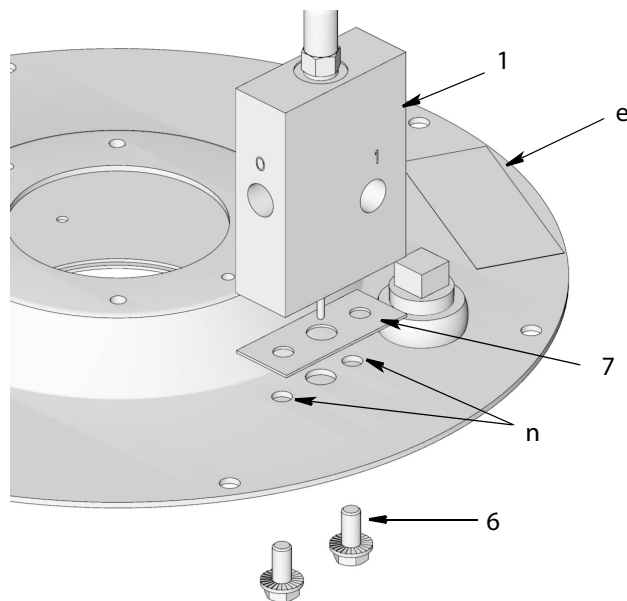

Рис. 8
4. Установите прокладку (7) так, чтобы ее отверстия совпали с отверстиями (n) в крышке (e) (Рис. 8).
5. Установите на прокладку (7) клапан автоматического запорного устройства для заполнения (1). Вставьте болты (6) в отверстия (n). Надежно затяните болты. См. Рис. 8.